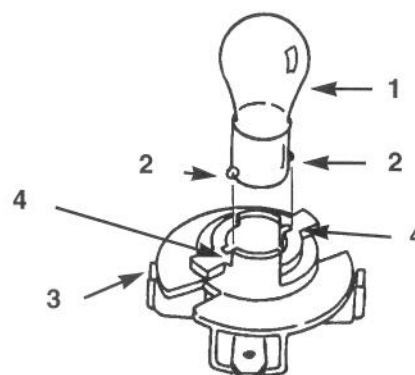

Figure 18
4. Appuyer sur l'ampoule et la tourner dans le sens anti-horaire jusqu'à ce qu'elle s'arrête (approx. 1/4 de tour) et la déposer du porte-ampoule (Fig. 18).
1. La base de l'ampoule est munie d'ergots métalliques. Aligner les ergots avec les encoches du porte-ampoule et installer la base dans le porte-ampoule (Fig. 18). Pousser sur l'ampoule et la tourner dans le sens horaire jusqu'à ce qu'elle s'arrête.